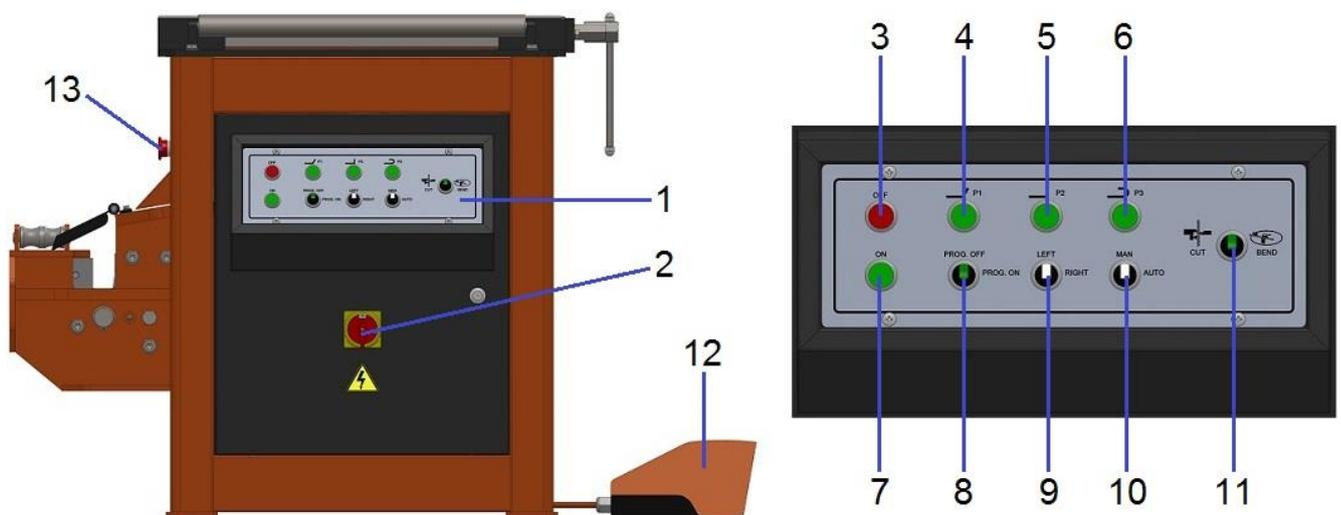

Figure 3: Panneau de commande
- Une fois la machine connectée, tournez l'interrupteur principal de la position '0' à '1' pour démarrer la machine. Ensuite, appuyez sur le bouton ON sur le panneau de commande. Set the CUT-BEND switch (Figure 3: No. 11) on the machine control panel to BEND for bending and CUT for cutting.
- Sur le panneau de commande, réglez l'interrupteur MAN-AUTO (Figure 3 : N° 10) sur la position 'MAN' et sélectionnez la direction de rotation du disque de pliage à l'aide de l'interrupteur GAUCHE-DROITE (Figure 3 : N° 9). Vu de face, une rotation horaire du disque de pliage est considérée comme une rotation à droite, et une rotation antihoraire est considérée comme une rotation à gauche. Cependant, la direction réelle de rotation dépend des phases du câblage électrique. Si le disque de pliage tourne dans la direction opposée à celle souhaitée, cela n'affecte pas le fonctionnement de la machine. Si cela pose encore un problème, un électricien peut inverser les phases.